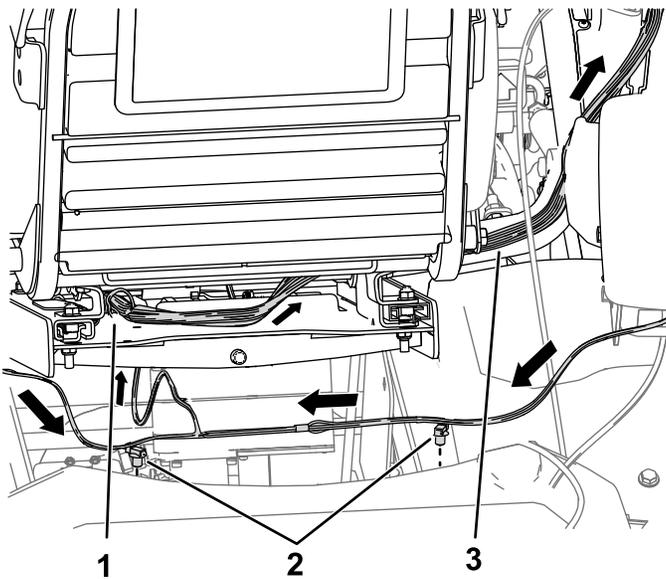

図 3
5. ワイヤハーネスに付いている押し込みファスナ 2 個を探し出して、これらをフレームチューブに取り付ける 図 3。
6. ワイヤハーネスの残りの枝を、シートプレートの底部を通し、機体のワイヤハーネスに沿ってコンソール方向に配設する 図 3。